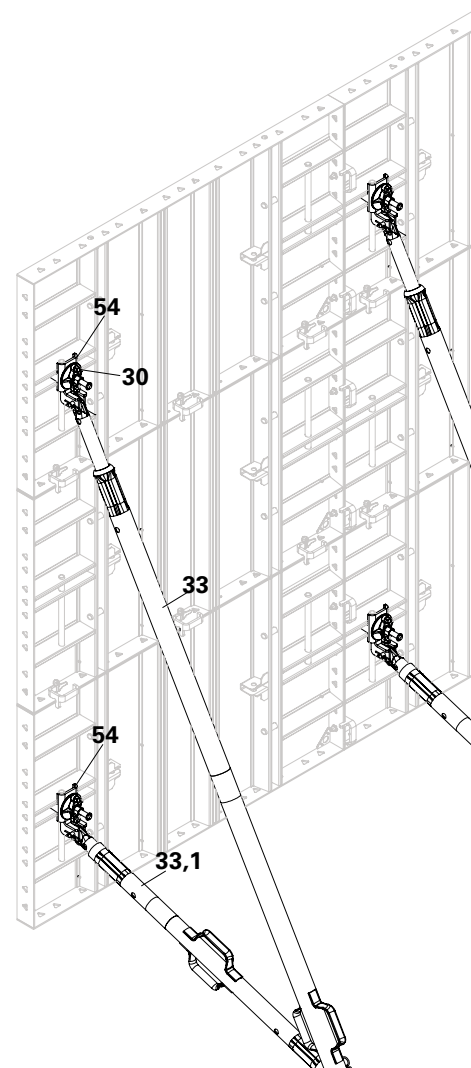

Fig. A6.07
4. Ripetere la stessa procedura per fissare il connettore rinforzo esterno (54) per braccio stabilizzatore (33.1). (Fig. A6.07)